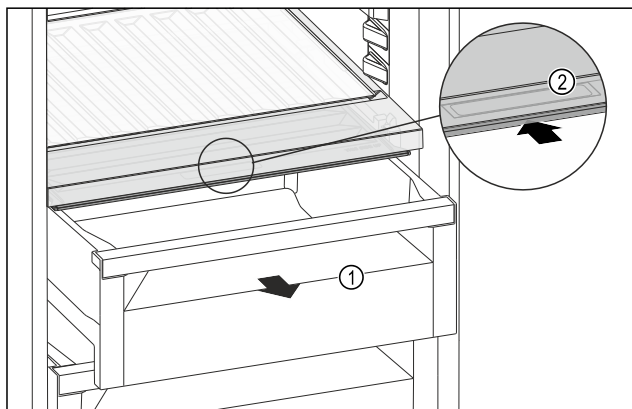

Fig. 134
- 拉出抽屉 Fig. 134 (1)。
- 抓住抽屉盖上的内嵌式拉手 Fig. 134 (2)，并同时向后推入抽屉盖。